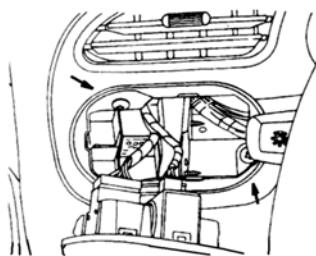

Рис. 2
- 4) Снимите панель регулировки фар плоской отвёрткой, отсоедините разъёмы. Открутите два шурупа, смотрите рис. 2.